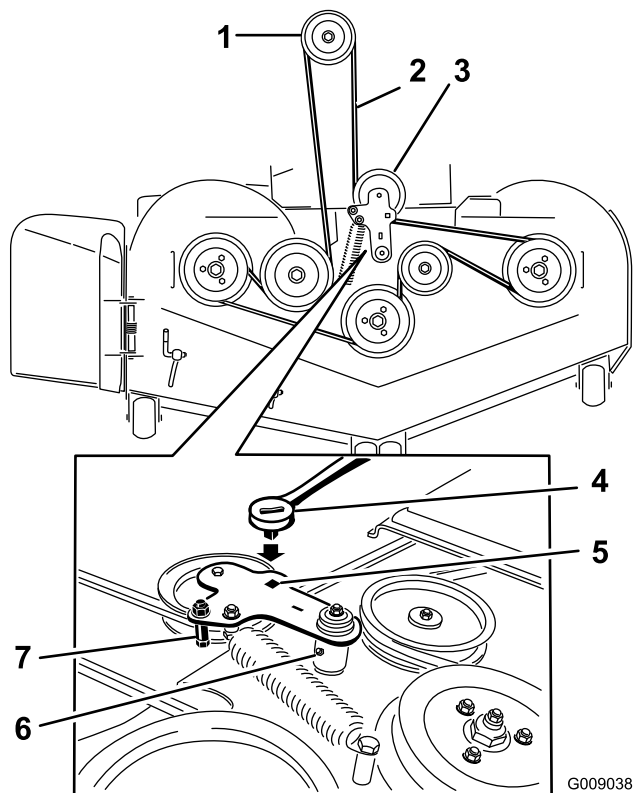

Figure 75
5. Insérez un rochet dans le trou carré du bras de la poulie de tension pour détendre le ressort de la poulie de tension (Figure 75).
7. Enlevez le guide de courroie situé sur le bras de la poulie de tension appelée par ressort (voir Figure 75).
- Acheminez la courroie neuve autour des poulies du tablier de coupe et de la poulie d'embrayage, sous le moteur (Figure 75).
- Montez le guide de courroie sur le bras de la poulie de tension (voir Figure 75).
- Insérez le rochet dans le trou carré et montez le ressort de la poulie de tension (Figure 75).